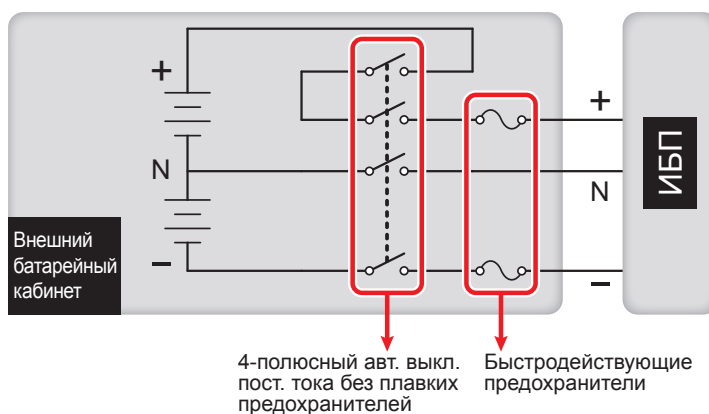
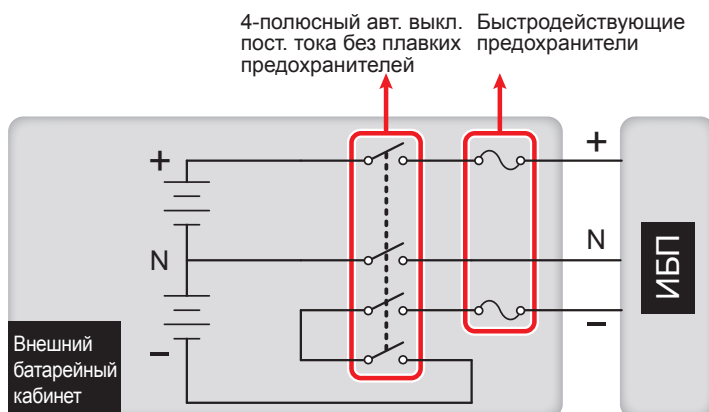

Рис. 6-18. Установка 4-полюсного автоматического выключателя постоянного тока и быстродействующих предохранителей (I)
Рис. 6-19. Установка 4-полюсного автоматического выключателя постоянного тока и быстродействующих предохранителей (II)
- Необходимо использовать 4-полюсный автоматический выключатель постоянного тока (без встроенных предохранителей). На один полюс разрешается подавать постоянное напряжение 250 В, на два последовательно включённых полюса – 500 В, на три – 750 В пост. тока. При установке 4-полюсного автоматического выключателя постоянного тока и быстродействующих предохранителей между ИБП и блоком внешних батарей сторонних производителей руководствуйтесь **рис. 6-18** или **рис. 6-19**.